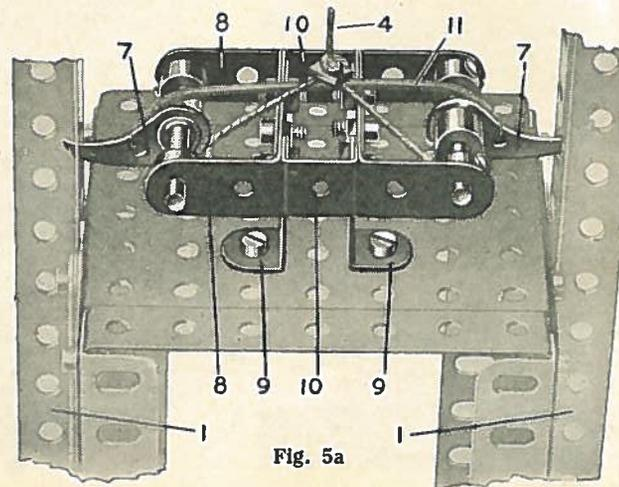

Fig. 5a
Se ilustra el mecanismo de seguridad en Fig. 5A. Dos Trinquetes (7) se afirman a Varillas de eje de 5 c.m., las cuales tienen sus cojinetes en las extremidades de dos pares de Soportes Angulares de 25 m.m. (8). Dichos Soportes se empernan entre sí como se vé, y están colocados en la cabeza del ascensor por medio de cuatro Soportón Angulares 25 x 12 m.m. (9). Los mismos pernos que soportan dichos Soportón Angulares llevan también Soportón Dobles (10) que sirven para reforzar toda la construcción. Esta disposición de los cojinetes para las Varillas de 5 c.m. se necesita para espaciar los Trinquetes de las guías verticales (1).